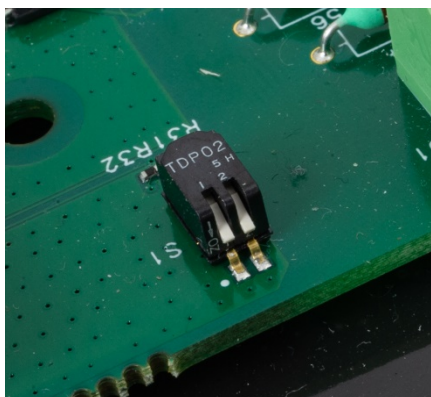

Figure 4-7 : Commutateurs métrologiques SW1-1 et SW1-2 tous les deux sur MARCHE
- Si les données métrologiques doivent être réinitialisées, SW-1 et SW1-2 doivent être réglés simultanément sur MARCHE, comme indiqué sur la Figure 4-7.